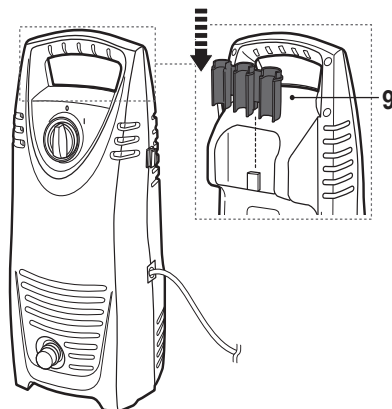

Fig. 2
- > Fixe o suporte do acessório (9) ao aparelho (Fig. 2).